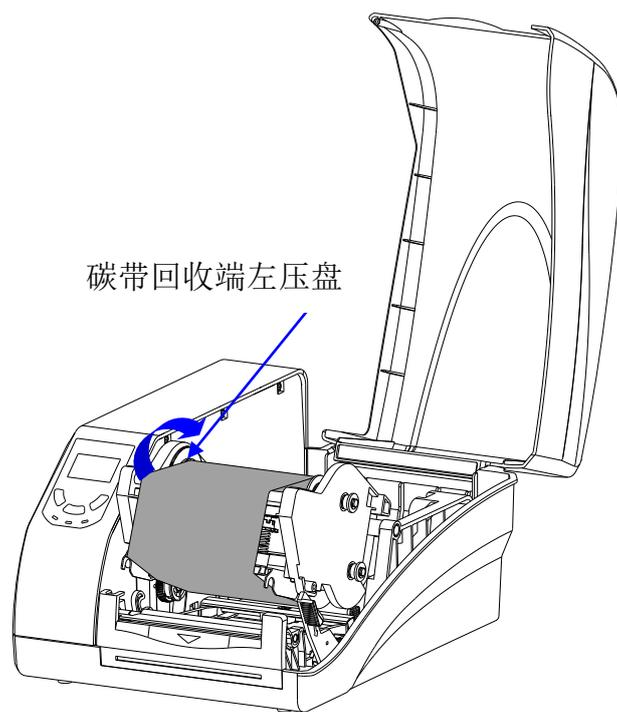

图 2-10 绷紧碳带
7. 沿顺时针方向转动碳带回收端左压盘，直至碳带绷紧，如图 2-10 所示。碳带安装完成。